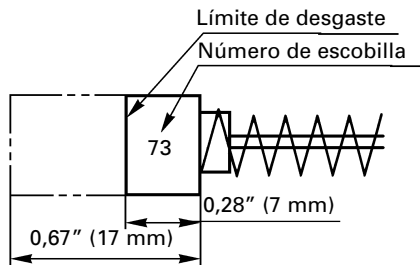

Fig. 19
4. Inspecci3n de las escobillas: (Fig. 19)
NOTA: Utilice la escobilla N3 73 de HITACHI indicada en la Fig. 19.